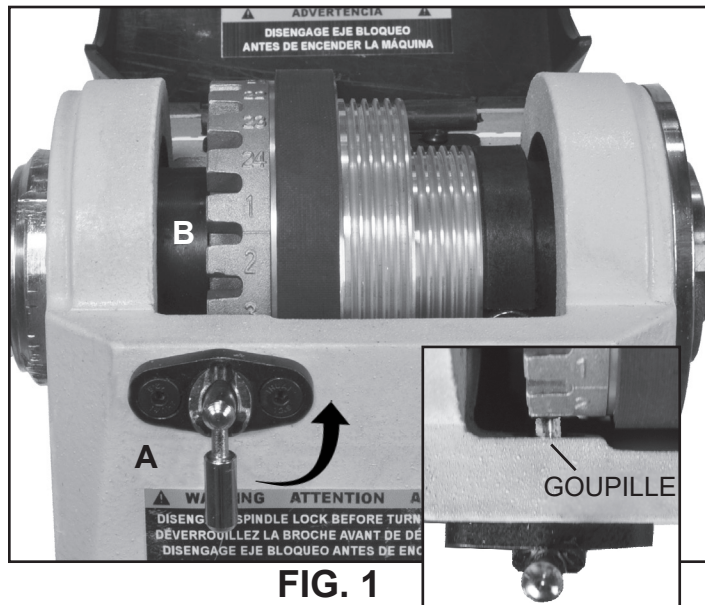

FIG. 1
1. **VERROU DE BROCHE DE POUPÉE FIXE** L'ensemble de la goupille d'indexage sous tension à ressort (#39B, FIG. 1, A) est utilisé pour positionner la broche afin de faire des motifs précis sur des projets, tels que des cannelures droites, du rainurage, du perçage, des sculptures détaillées, des modèles de pyrogravure, la mise en place de dessins et plus encore. Voir à la page 15 pour obtenir plus d'information sur l'indexation.
2. **TROUS D'INDEXAGE DE POUPÉE FIXE** (FIG. 1, B) La plus grande poulie (#24B) a 24 trous de positionnement situés le long de son côté gauche. Chaque trou d'indexage est espacé de 15° et identifié autour du périmètre de la poulie. L'insertion de la goupille d'indexage (A) dans un de ces trous permettra de verrouiller la broche pour que des travaux puissent se faire sur la pièce de travail. Voir à la page 15 pour obtenir plus d'information.